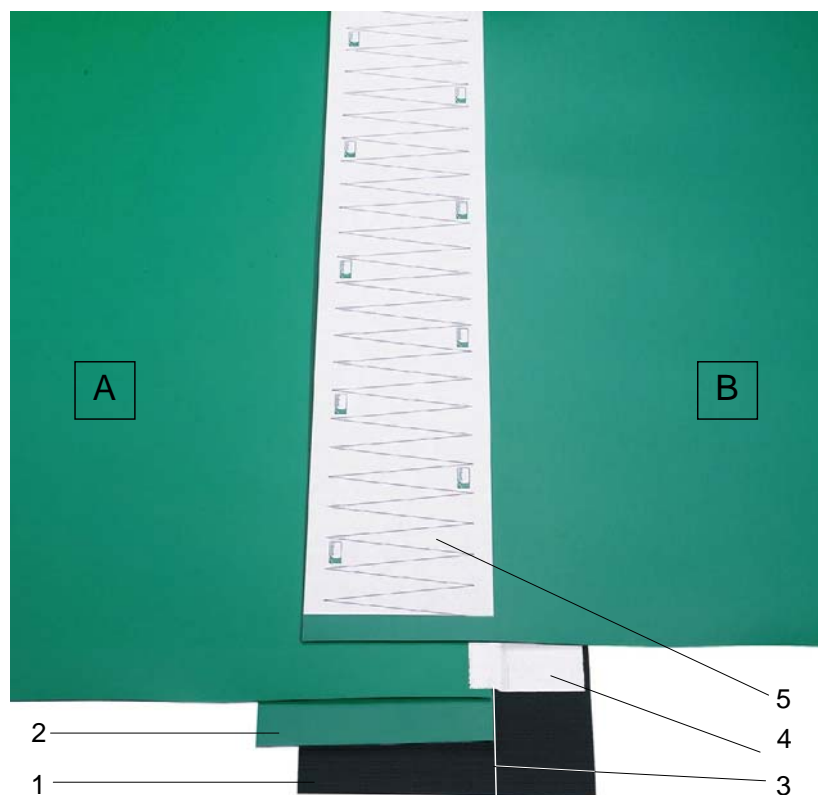

Figura 3: Le due estremità del nastro preparate per il taglio
- Tirare la seconda estremità del nastro (B) con il lato di trasporto rivolto verso l'alto sull'estremità del nastro inferiore (A) facendole sovrapporre. Le due estremità del nastro devono essere sovrapposte esattamente (vedere figura 3).
- Tagliare una striscia di carta autoadesiva con disegno a zigzag prestampato (5) alla larghezza del nastro richiesta. Togliere il foglio di copertura e incollare la striscia di carta a filo e parallela al bordo dell'estremità del nastro superiore (B) (vedere figura 3).